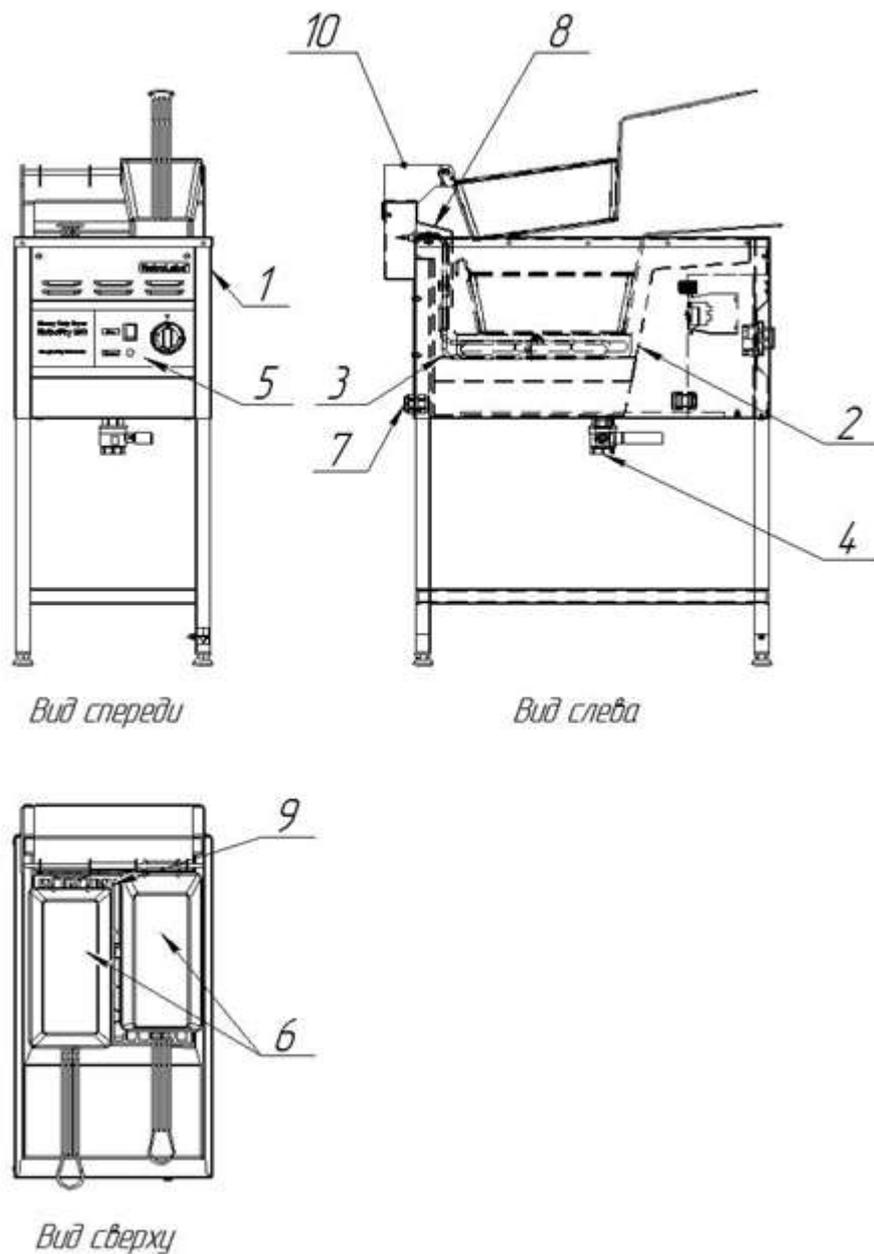
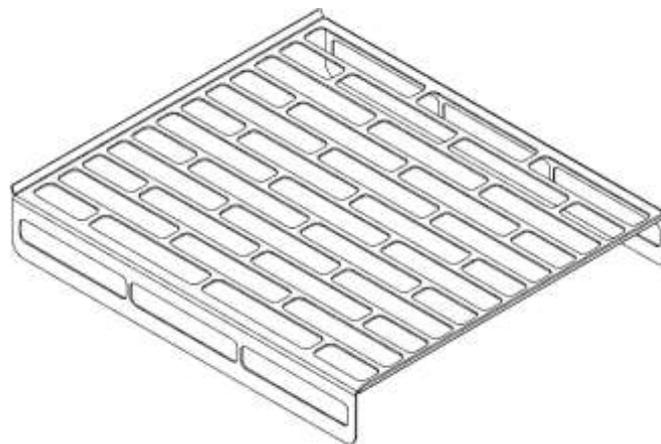

Рисунок 11:
Рисунок 4
Над ТЭНами (рисунок 1 поз.3), укладывается защитная решётка (рисунок 1 поз.9), предохраняющая электронагреватели от повреждений загруженными корзинами с продуктами.
Корзины устанавливают на зацепы (кронштейн корзин рисунок 1 поз.10). Во фритюрницах RoboFry MC зацепы находятся над ванной. Погружение корзин в ванну осуществляется вручную, строго на защитную решётку (рисунок 4).
2.4.5. Откройте сливной вентиль рисунок 1 поз.4, подождать опустошения ванны, закрыть сливной вентиль.